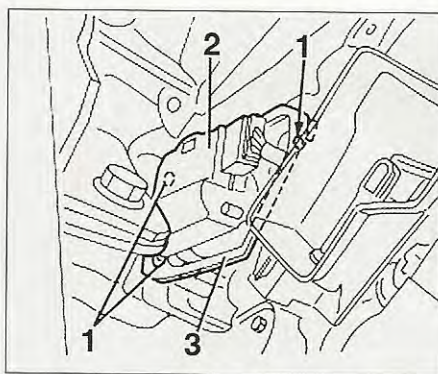

FIG. 23
- Desmontar los 3 tornillos (1) de fijación del soporte (3) del motor (2) (fig. 23).